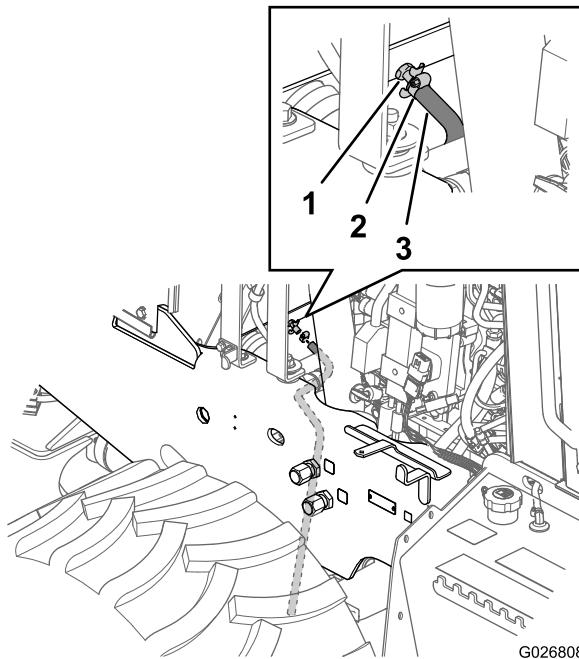

Figura 99
4. Conecte una manguera resistente al refrigerante de 3/8 x 30 pulgadas sobre la salida de la válvula de vaciado del radiador (Figura 99).
5. Sujete la manguera a la válvula de vaciado con una abrazadera (Figura 99).
10. Retire la manguera de vaciado y la abrazadera (Figura 99 y Figura 100).
- D. Abra el tapón de vaciado y drene la solución de limpieza en un recipiente (Figura 99 y Figura 101).